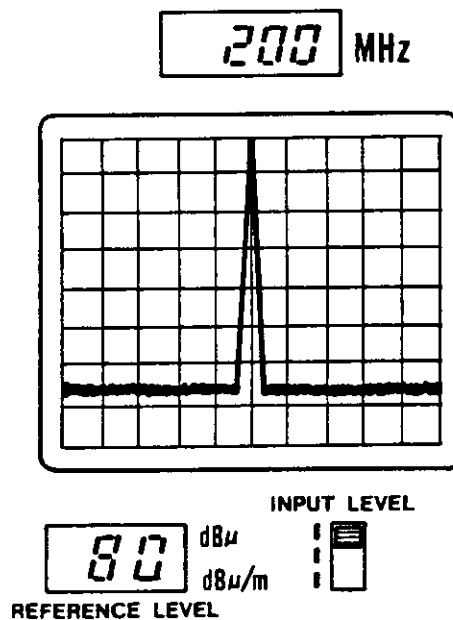

図 5-2 縦軸のチェック
2. **IF GAIN-FINE** スイッチをまわして, 200MHz CAL. 信号を CRT ディスプレイ一番上の線に合わせます。〔図 5-2〕